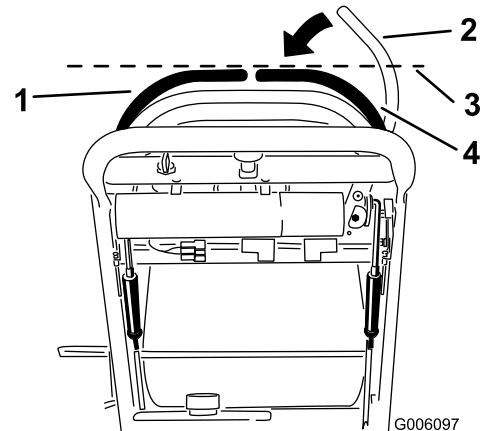

Bild 42
3. Drücken Sie den rechten Fahrtriebshebel nach unten und außen aus der arretierten Neutral-Stellung (Bild 42).
4. Prüfen Sie, ob er horizontal mit dem linken Fahrtriebshebel ausgerichtet ist (Bild 42).